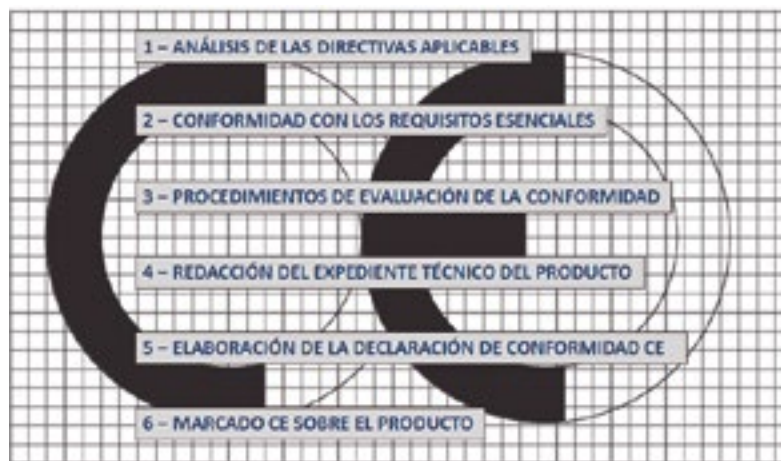

Figura 1. Proceso para obtener el Mercado CE.
El Mercado CE es el símbolo que un fabricante fija en su producto para venderlo legalmente en la Unión Europea y es de obligado cumplimiento. El fabricante es el responsable último de la colocación del Mercado CE en su producto y también es responsable de su uso adecuado. El Mercado CE permite vender los productos en los países de la Unión Europea (UE). El proceso para obtener el Mercado CE tiene los 6 pasos mostrados en la figura 1.